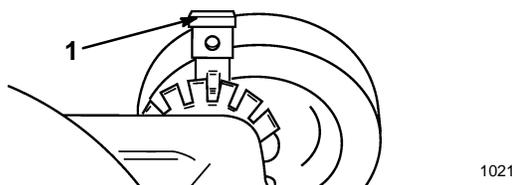

Abbildung 10
- Zur Änderung der Schnitthöhe den Einstellhebel zum Rad ziehen und auf die gewünschte Position bewegen (Abb. 10).